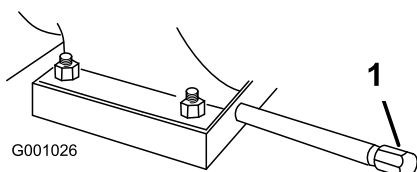

Рисунок 48
- Очистите поверхность вокруг пробки для слива масла (Рисунок 48).